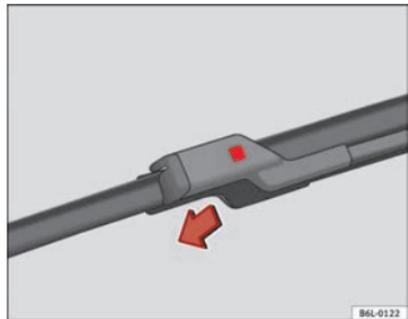

Fig. 131 Cambio escobilla limpiaparabrisas
- Oprima el botón de seguridad ⇒ fig. 131.